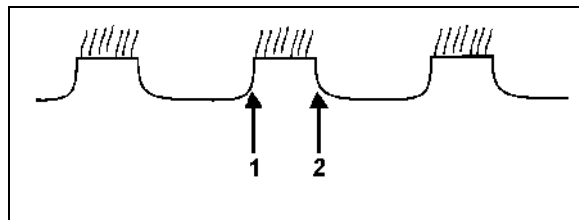

Fig. 21
- (Fig. 21): Stil 1. tallerkenrække mod venstre, og kontrollér igen.